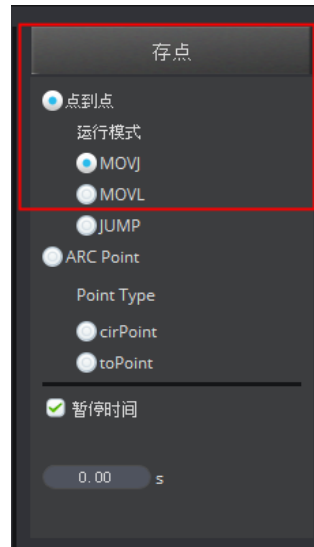

图 2.18 选择 MOVJ 运行模式
2. 在DobotStudio界面右侧的“存点”区域选择“点到点 > MOVJ”运行模式。如图 2.18 所示。